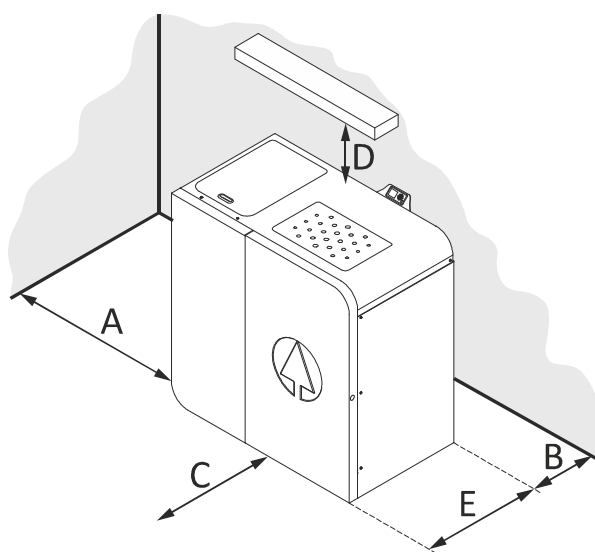

Figura 4
- 4.19.** Compruebe los espacios entre la caldera, el combustible y cualquier tipo de material inflamable, compruebe *figura 4*.